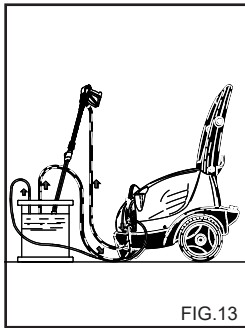

FIG.13
**BEHANDLING MED FROSTSKYDDSMEDEL. (fig. 13)**